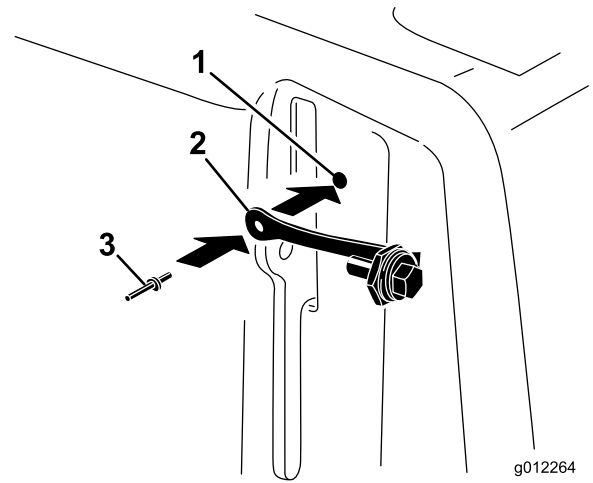
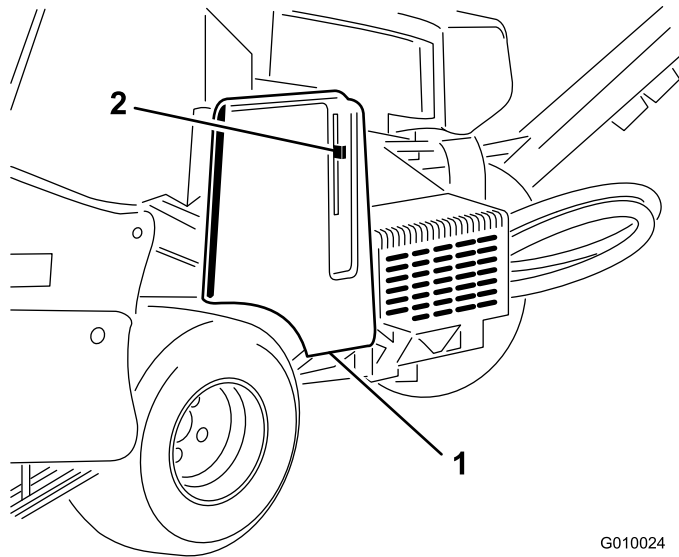

Figura 9
Figura 8
1. Localize o furo na cobertura da correia junto da alavanca de bloqueio (Figura 8 e Figura 9).
2. Utilizando o furo na cobertura da correia, instale o conjunto do cordão com um rebite emergente (Figura 9).